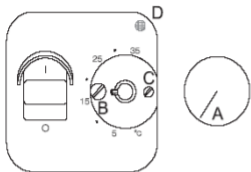

Fig. 1
- Retirez le bouton de commande (A) (**Fig.1**).
- La vis (B) doit être dévissée et le couvercle retiré (**Fig.1**).
Un mécanisme de verrouillage est placé derrière le bouton de commande pour limiter la quantité d'ajustement possible. En desserrant la petite vis (C) (**Fig. 1**), la plage d'échelle peut être verrouillée, par exemple entre +20°C et +25°C. L'anneau rouge indique la température maximale et l'écorce bleue indique la température minimale.